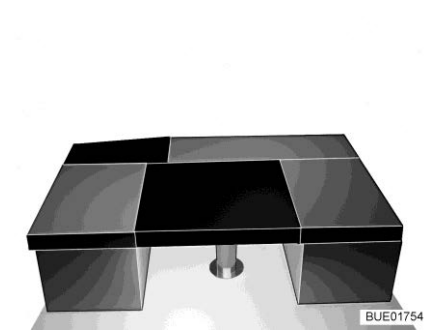

Bild 84 Efter ombyggnaden
- Lägg den rektangulära extra dynan på bordet (mellan sittbänkarnas sittydynor, se Bild 84).